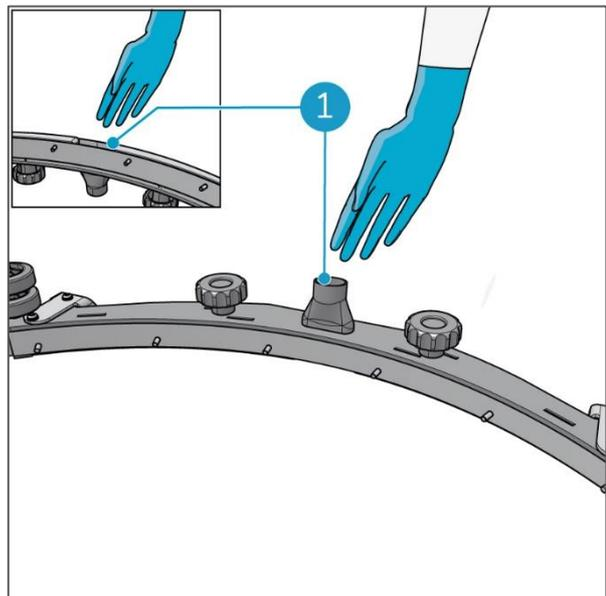

Abbildung 38
9. Entfernen Sie vorsichtig von Hand alle Verunreinigungen aus dem Schmutzwassereinlass (Abbildung 38, Pos. 1).